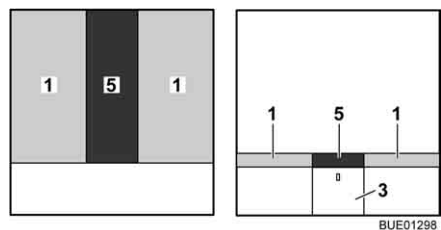

Fig. 136 Después de la transformación
- Colocar el cojín adicional (Fig. 136,5) entre los colchones (Fig. 136,1).